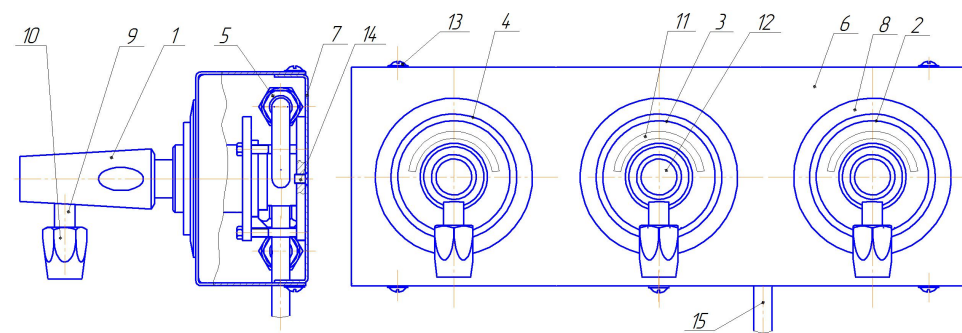

Рис.1 СКБ-1 ДЖЕТ 399 00 00 00
4.1 СКБ-1 в сборе (см. рис.1) состоит из трех штекеров газовых 1, трех клапанов газовых 2,3,4, коробки монтажной, состоящей из крышки 6 и основания 7
4.6 Для выключения СКБ-1 необходимо нажать до упора на соответствующую планку запорную 8 (см. рис.1) и вынуть штекер газовый 1 из клапана газового.
5.1 Для установки СКБ-1 см. рис.1 необходимо: